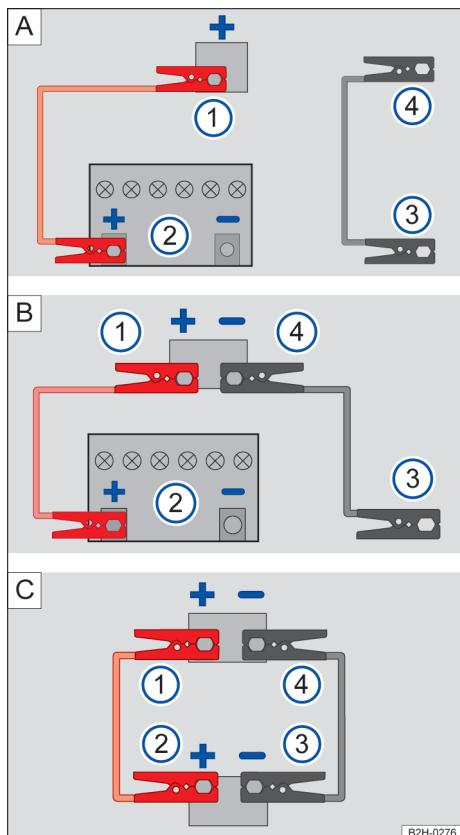

Fig. 163 No compartimento do motor: conexões para o cabo auxiliar de partida (representação esquemática).
Legenda para Fig. 163:
- → Fig. 163 [A]: Conexão entre a bateria do veículo fornecedor de energia ② e ③ e o ponto de auxílio à partida do veículo com bateria do veículo descarregada ① e ④.
- → Fig. 163 [B]: Conexão entre a bateria do veículo fornecedor de energia ② e ③ e os dois pontos de auxílio à partida do veículo com bateria do veículo descarregada ① e ④.
- → Fig. 163 [C]: Conexão entre a bateria do veículo fornecedor de energia ② e ③ e os dois pontos de auxílio à partida do veículo com bateria do veículo descarregada ① e ④.
- Conectar uma ponta do cabo auxiliar de partida *vermelho* ao polo positivo (+) do veículo com a bateria descarregada → Fig. 163 ①.
- Conectar a outra ponta do cabo auxiliar de partida *vermelho* ao polo positivo (+) do veículo com a bateria fornecedora de energia → Fig. 163 ②.
- Conectar uma extremidade do cabo auxiliar de partida *preto* → Fig. 163 ③, de preferência, num ponto de aterramento (ponto de auxílio à partida) (-), ou então, na argola de reboque dianteira rosada, conectar uma peça metálica firmemente aparafusada com o bloco do motor ou no próprio bloco do motor.
- Conectar a outra extremidade do cabo auxiliar de partida *preto* → Fig. 163 ④ no veículo com a bateria do veículo descarregada, de preferência, a um ponto de ponto de aterramento (ponto de auxílio à partida) (-), uma peça metálica firmemente aparafusada com o bloco do motor ou no próprio bloco do motor → ▲.
- Em motores em funcionamento, desconectar o cabo auxiliar de partida somente na sequência → Fig. 163 ④ ③ ② ①.